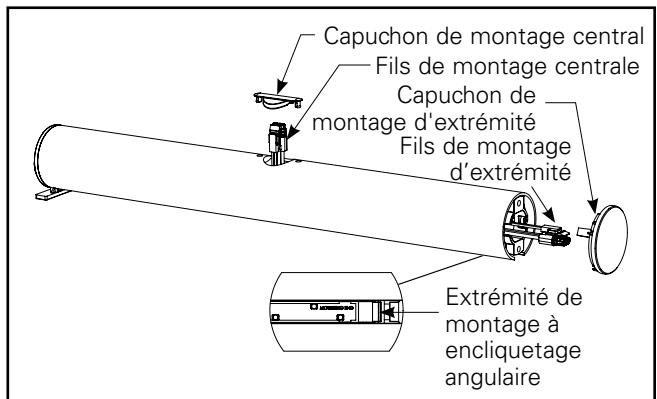
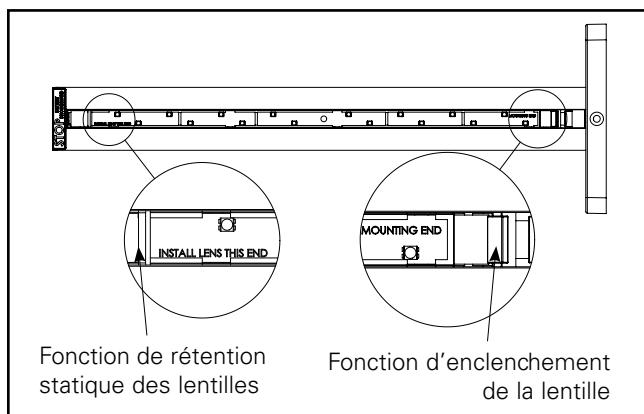

Figure 2.
Figure 6.
6. Déterminez la méthode de montage prévue, ce qui déterminera l'endroit d'où vous retirerez le faisceau de câbles interne. (Voir la figure 2). Si le montage est effectué à l'aide d'un montage d'extrémité, retirez le capuchon de montage d'extrémité de l'extrémité de montage du cylindre et tirez les fils hors du boîtier à cet endroit. (Vous pouvez identifier l'extrémité de montage du cylindre en examinant le PCBA et en repérant le texte Extrémité de montage. Voir la figure 6) Si vous effectuez un montage au plafond ou au mur, retirez le capuchon de montage central et tirez les fils hors du boîtier à cet endroit. Assurez-vous de choisir le bon jeu
- Ouvrez la boîte contenant votre boîtier ARCEL et retirez l'unité et son sac d'accessoires. Passez en revue les pièces qui se trouvent dans le sac d'accessoires. Retirez le capuchon du support central et sortez le faisceau de câbles (voir la figure 2).
- Ouvrez la boîte contenant votre boîtier ARCEL et retirez l'unité et son sac d'accessoires. Passez en revue les pièces qui se trouvent dans le sac d'accessoires. Retirez le capuchon du support central et sortez partiellement le faisceau de câbles ARCEL du trou central (voir la figure 2). Connectez le faisceau de câbles ARCEL au faisceau de câbles d'alimentation CA. Réduisez au minimum la quantité de fil excédentaire qui sort par le haut du boîtier.
- Utilisez les guides de chevrons ci-joints pour installer les chevrons comme vous le souhaitez. Installez la lentille dans le boîtier. Orientez la lentille dans la direction appropriée et insérez le coin de la lentille dans le boîtier en commençant par l'extrémité d'insertion de la lentille. Elle peut être identifiée par l'autocollant jaune ou la clé EZ-Key rouge (versions SD) à l'extrémité de l'unité, ainsi que par le texte sur la carte PCBA à DEL qui indique « Installer la lentille à cette extrémité ». Inclinez l'autre extrémité de la lentille vers le haut jusqu'à ce que l'ensemble s'enclenche fermement en place (voir les figures 6 et 9).